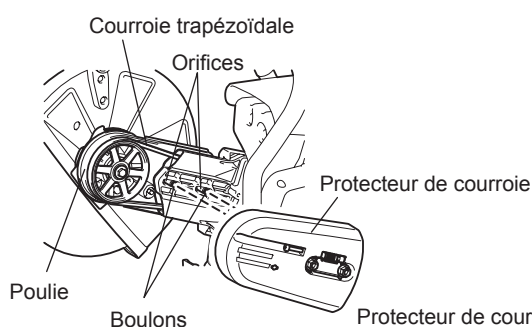

Fig. 6
- Réinstallez la courroie trapézoïdale sur la poulie. (Fig. 6)